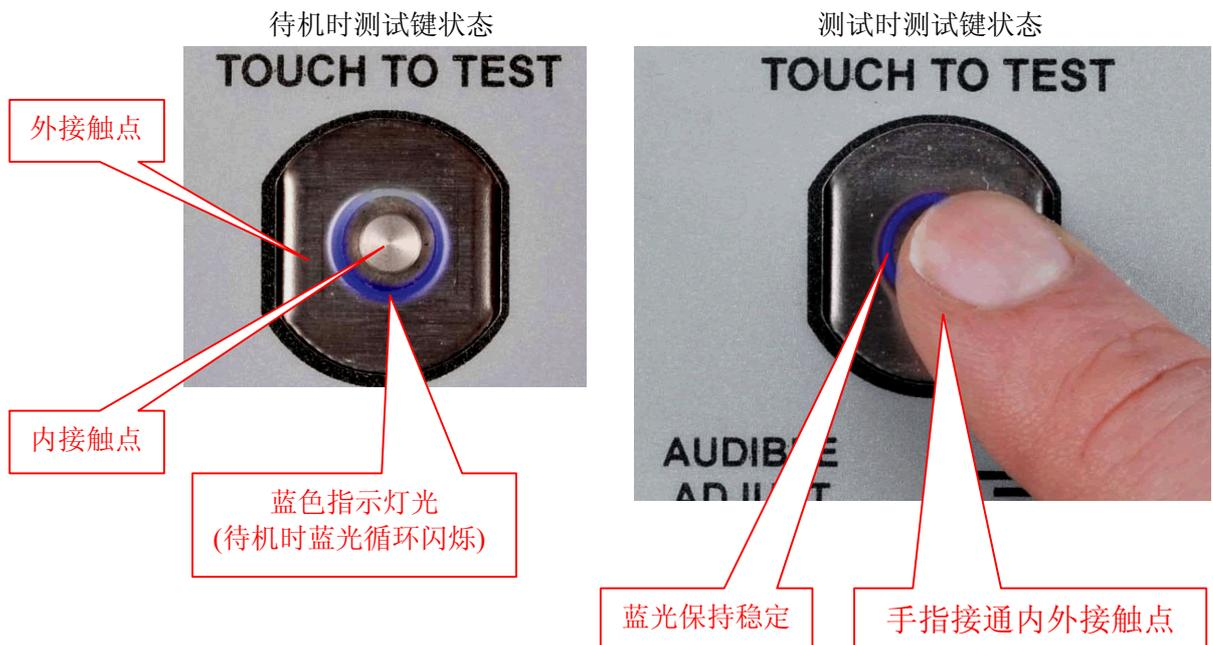

图 6: 测试表左侧面
5. 通过 100-240V AC-12V DC 通用变压器输入电源(图 6 所示)